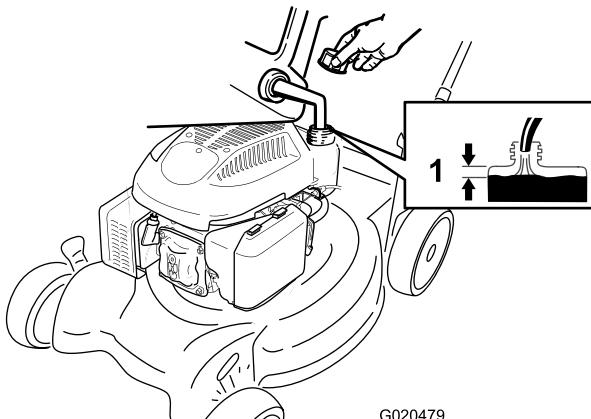

Рисунок 10
- Очистите область вокруг крышки топливного бака и снимите ее (Рисунок 10).